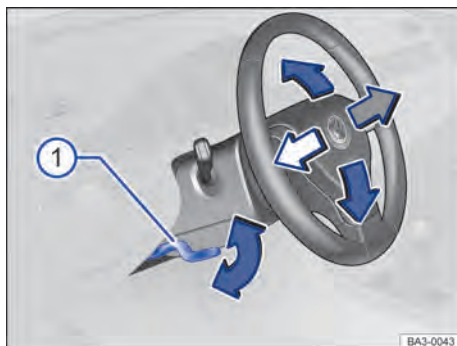

Fig. 67 Embaixo e à esquerda do volante junto com o revestimento da coluna de direção: alavanca de ajuste da posição do volante.
- Empurrar a alavanca para baixo segurando-a pelo seu manípulo → Fig. 67 ①.